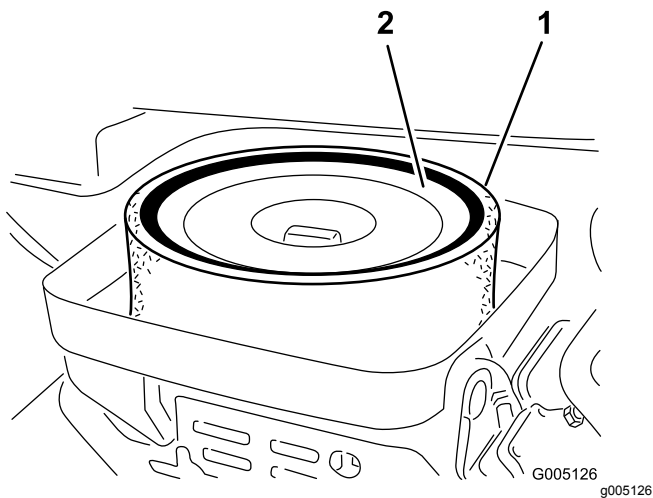

图28
3. 卸下将滤芯固定到空气滤清器壳体上的蝶形螺帽 图28。
4. 如果泡沫滤芯变脏请将其从纸质滤芯中取出 图28。按照以下方式彻底清洁滤芯